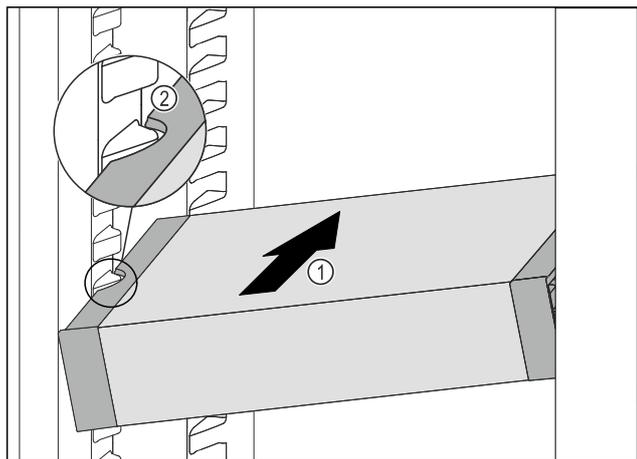

Fig. 48
- ▶ Predal VarioSafe potisnite v hladilnik poševno Fig. 48 (1), dokler nista stranska izreza Fig. 48 (2) predala VarioSafe na višini nastavka za posodo v hladilniku.